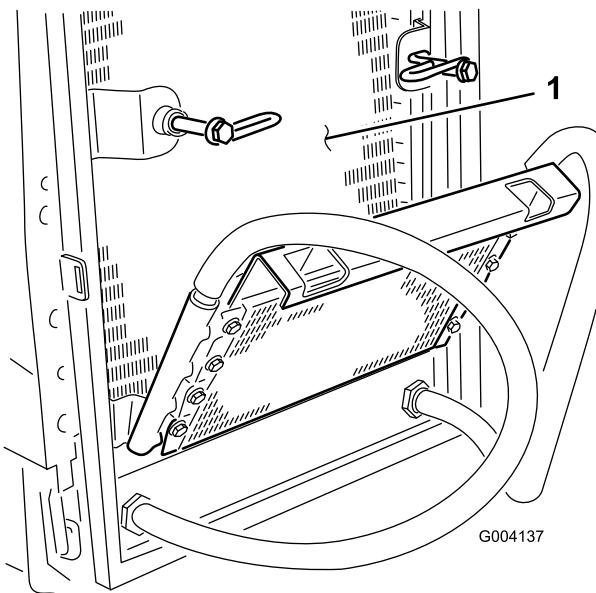

Bild 58
7. Blasen Sie von der Lüfterseite des Kühlers Druckluft mit niedrigem Druck (3,45 bar) ein (verwenden Sie kein Wasser). Wiederholen Sie den Vorgang von der Vorderseite des Kühlers und dann von der Lüfterseite. Reinigen Sie beide Seiten des Ölkühlers gründlich. Entfernen Sie, nach der gründlichen Reinigung des Ölkühlers, sämtlichen Schmutz, der sich an anderen Teilen des Geräts angesammelt hat (Bild 58) mit Druckluft.